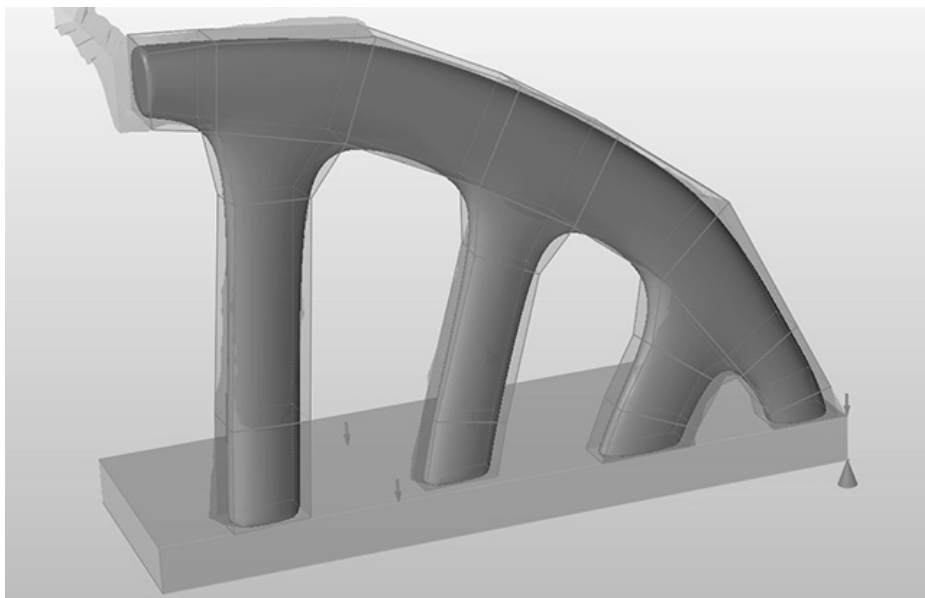

图 15-10
1) 旋转模型, 以便选中桥体的外表面, 如图 15-10 所示。